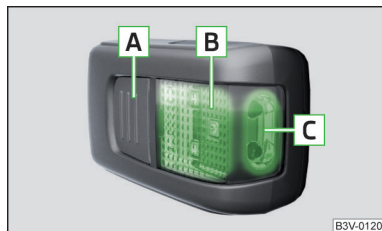

Fig. 116
Descrizione della luce » fig. 116
- Per l'**accensione** della luce estratta premere il tasto **A** » **fig. 116**. Premendo di nuovo, la luce **si spegne**.
Se la luce non viene spenta e inserita correttamente nel supporto, le lampadine LED nella parte anteriore della luce **C** » **fig. 116** saranno automaticamente spente.